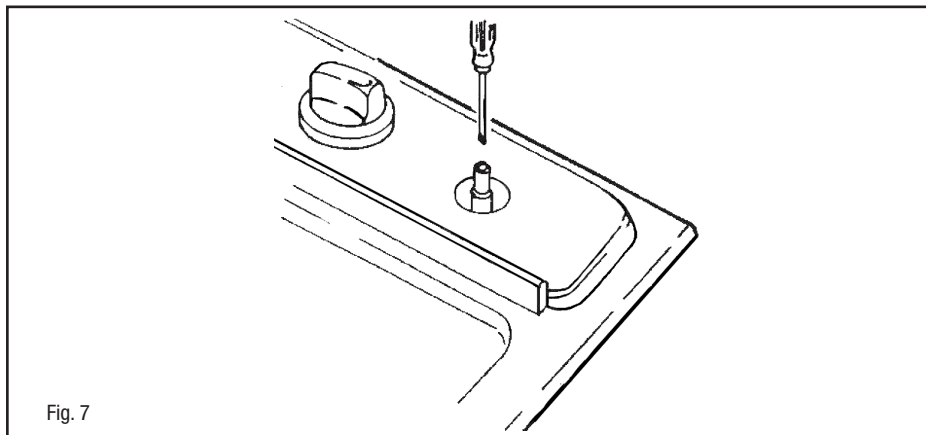

Fig. 7
- per la regolazione del minimo agire con opportuno cacciavite sulla vite posta sul rubinetto (Fig. 7) dopo averlo ruotato in posizione di minimo. Per GPL (butano/propano) avvitare a fondo.